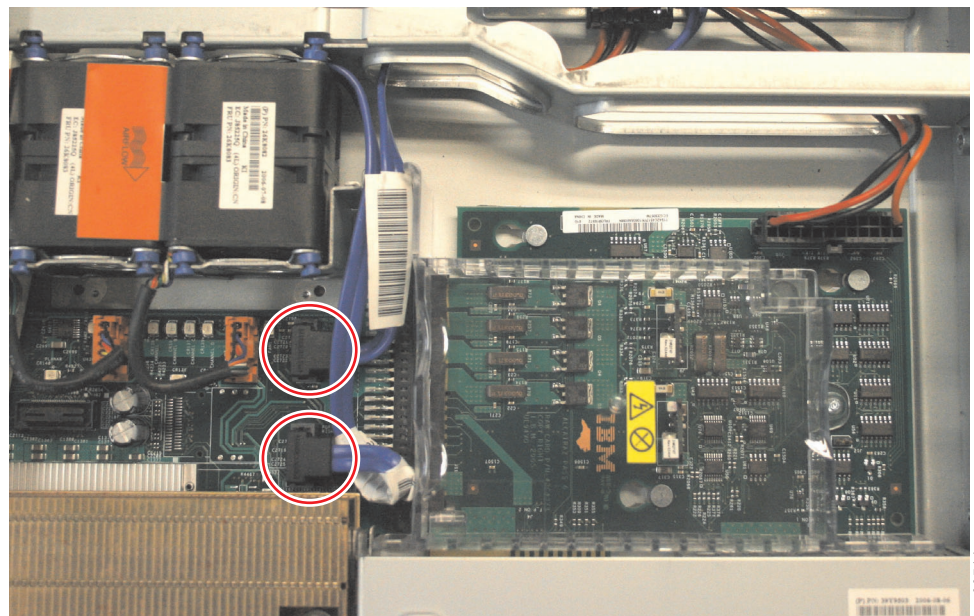

図 122. SAN ボリューム・コントローラー 2145-8G4 ディスク・ドライブ・バックプレーンコネクタ
8. 図 122 に示すようにシステム・ボードから 2 本の青色の信号ケーブルを外し、電源機構バックプレーン・カードから電源ケーブルを外します。